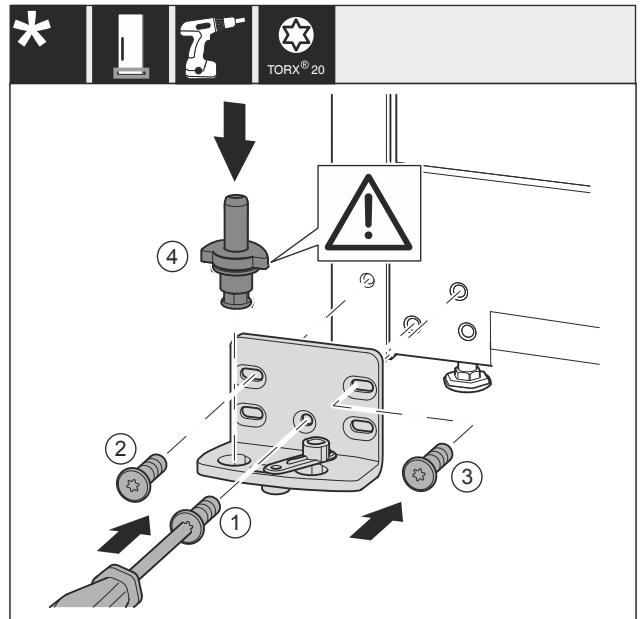

Fig. 38 *
- ▶ Lagerbock auf der anderen Seite ansetzen und mit Hilfe eines Schraubendrehers anschrauben. Mit der Fig. 38 (1) unten in der Mitte beginnen.*
- ▶ Schraube Fig. 38 (2) und Fig. 38 (3) festschrauben.*
- ▶ Lagerbolzen Fig. 38 (4) komplett einsetzen. Dabei darauf achten, dass der Rastnocken nach hinten zeigt.*